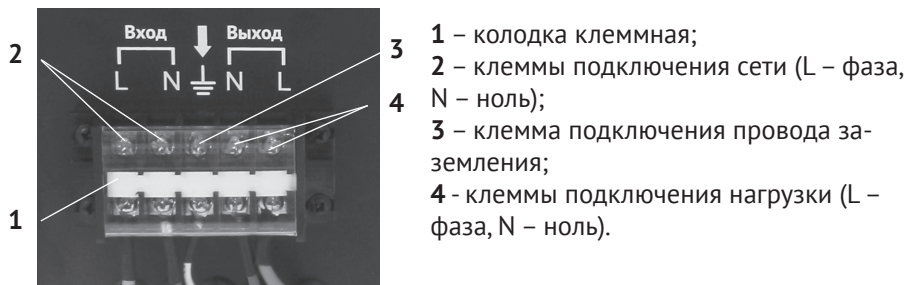

рис.4
- заземлить корпус стабилизатора при помощи клеммного зажима (рис.4 поз.3);
- подключить стабилизатор к входному напряжению (при отключённом вводном автомате) при помощи клемм «ВХОД» (рис.4 поз.2);
- выключить автоматический выключатель «СЕТЬ» и подключить нагрузку к клеммам «ВЫХОД» (рис.4 поз.4);